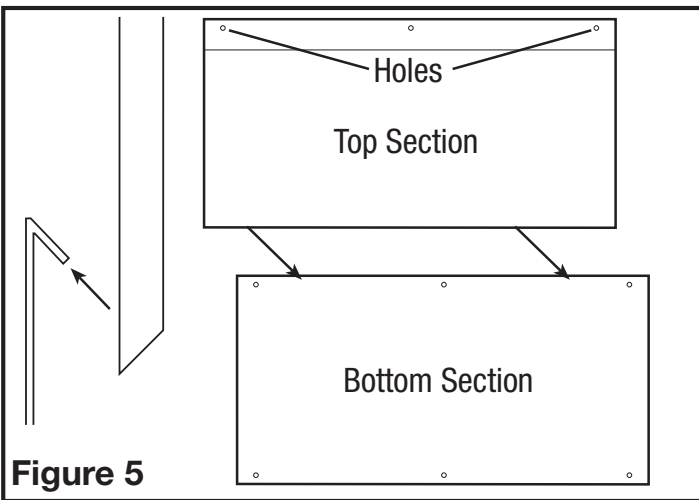

Figure 5
6. Lift the top section into place by hooking the flange of the bottom section into the channel of the top section and center the top section in place. Once the top section is exactly in place, mark the hole locations (**Figure 5**).
6. Soulever la section du haut en place en accrochant la bride de la section du bas dans le canal de la section du haut et centrer la section du haut en place. Une fois que la section du haut est exactement en place, marquer l'emplacement des trous (**Figure 5**).